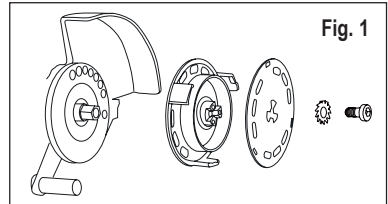
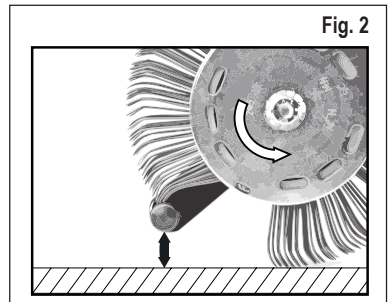

Fig. 1
Fig. 2
3. Koble fra trykkluftforsyningen og fest deretter Die Blaster®-bånd 11 mm korrekt på verktøyet med det tilsvarende opptakssystemet **AS-012** (vær oppmerksom på retningen) og den tiltenkte stjernesken og skruen. Se fig. 1 og fig. 2.
- Bruker du båndet i feil retning? – Juster børstebåndet slik at det går i forskriftsmessig riktig retning (se kapittel 6, Start, fig. 2).